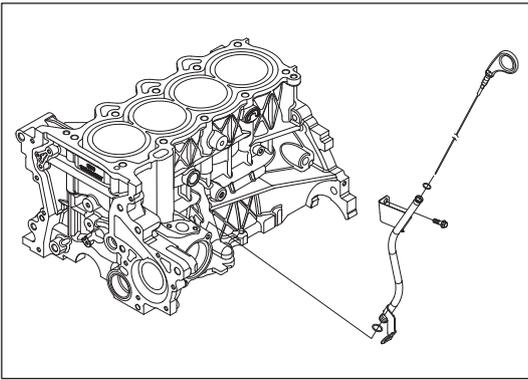

Рис. 11-3-10. Установка маслоизмерительного щупа и трубки маслоизмерительного щупа
- (3) Установка маслоизмерительного щупа и трубки маслоизмерительного щупа
- а) Вставить нижний конец трубки маслоизмерительного щупа в соответствующее отверстие в верхней части блока цилиндров, как изображено на рис. 11-3-10.